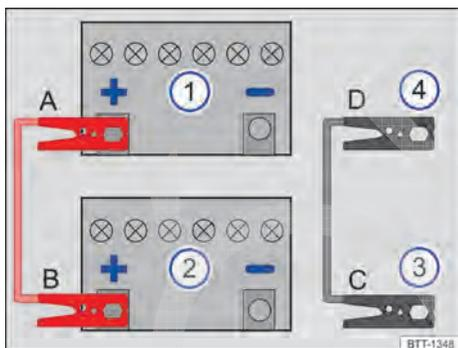

Fig. 248 Esquema para a conexão dos cabos auxiliares de partida.
Legenda para Fig. 248:
Conectar o cabo auxiliar de partida somente na sequência A – B – C – D → Fig. 248.
- Conectar uma extremidade do cabo auxiliar de partida *vermelho* ao polo positivo (+) do veículo com a bateria do veículo 12 V descarregada → Fig. 248 ❶ → ▲.
- Conectar a outra extremidade do cabo auxiliar de partida *vermelho* ao polo positivo (+) da bateria do veículo 12 V fornecedora de corrente → Fig. 248 ❷.
- Conectar uma extremidade do cabo auxiliar de partida *preto* → Fig. 248 ❸, de preferência, num ponto de auxílio à partida (ponto de aterramento), ou então, numa peça metálica maciça firmemente aparafusada com o bloco do motor ou no próprio bloco do motor.
- Conectar a outra extremidade do cabo auxiliar de partida *preto* → Fig. 248 ❹ do veículo híbrido com a bateria 12 V descarregada, de preferência, a um ponto de auxílio à partida (ponto de aterramento), ou então, a uma peça ►
- Desconectar o cabo auxiliar de partida com o motor em funcionamento somente na sequência **D – C – B – A** → Fig. 248.